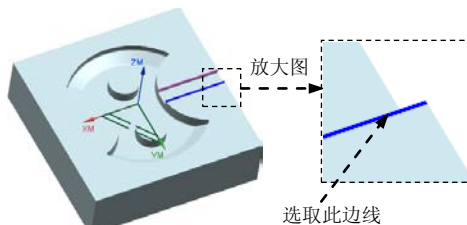
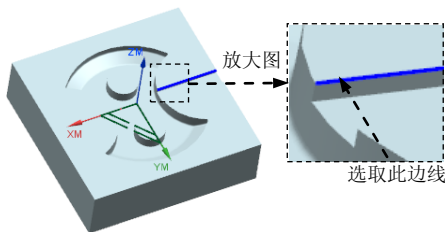
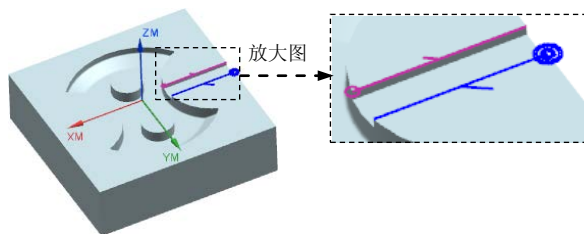

图 21.29 定义参照边线 1
图 21.30 定义参照边线 2
图 21.31 部件边界
Step4. 在图形区选择图 21.29 所示的边线 1，然后单击按钮；在图形区选择图 21.30 所示的边线 2，然后单击按钮，完成如图 21.31 所示。